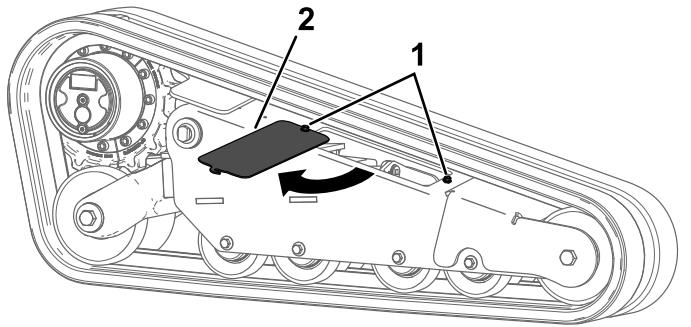

Figura 64
5. Afloje los 2 pernos y gire la cubierta de acceso para abrirla (Figura 64).
- Cierre la cubierta de acceso y apriete los pernos (Figura 64). Apriete los pernos a 41 N·m (30 pies-libra).